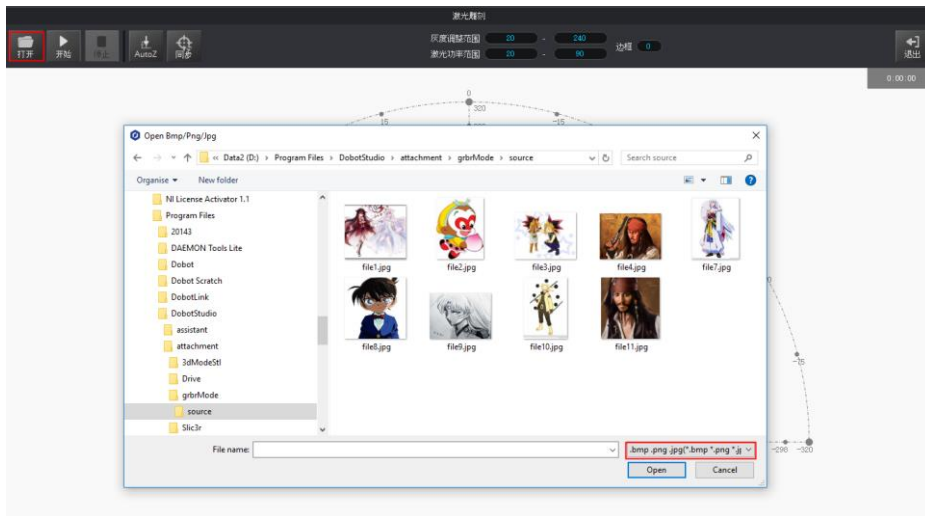

图 5.79 导入图片
**步骤 2** 在“激光雕刻”界面单击“打开”，导入图片，比如BMP、JPG和PNG。如图 5.79